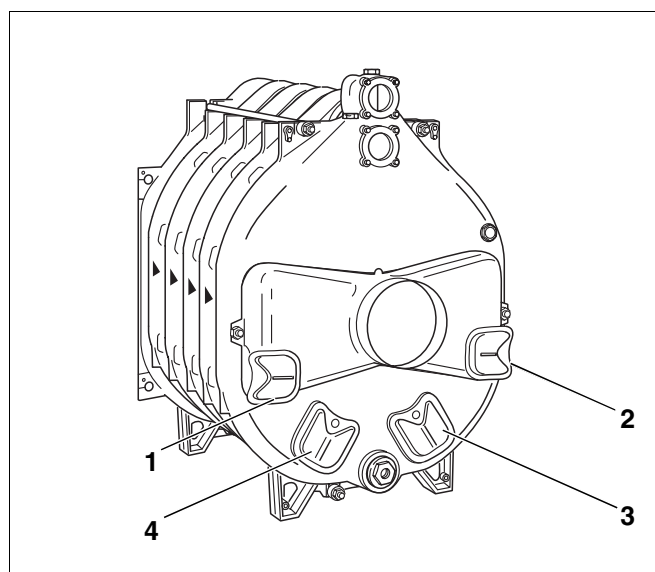

Fig. 25 Bakelement med monterte beslagdeler
Fig. 25 viser det ferdig bestykkede bakelementet med rengjøringsdeksler på røykgassamleren (fig. 25, **pos. 1 og 2**) og rengjøringsdeksler på bakelementet (fig. 25, **pos. 3 og 4**).